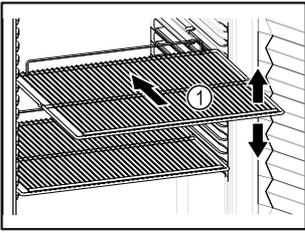

Fig. 20 Rezentare exemplificativă
- Dacă grătarele tip poliță Fig. 20 (1) pot fi mutate, adaptați-le în funcție de înălțime.